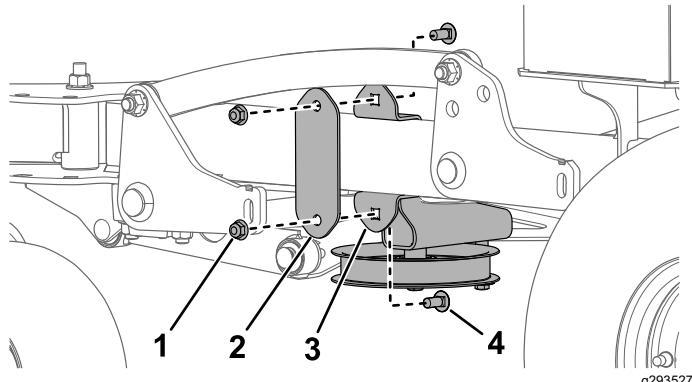

Figure 6
- Fixez la patte de montage sur le tube gauche du cadre de la machine, entre les plaques qui sont soudées sur le tube, à l'aide de la plaque, 2 boulons de carrosserie et 2 écrous (Figure 6). Serrez les boulons à un couple de 37 à 45 N·m (27 à 33 pi-lb).